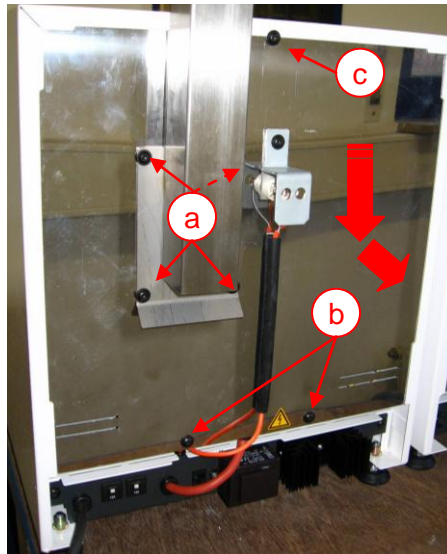

Abb. 29 – Rückwand
- Batterie wechseln (Bild 29), dabei auf Polarität achten, + Pol zeigt nach oben.
- Kamin entfernen. Dazu die 4 Befestigungsschrauben (Abb. 29 a) lösen.
- Rückwand des Gerätes entfernen. Dazu die beiden Schrauben (Abb. 29 b) entfernen und die Schraube (Abb. 29 c) lösen.